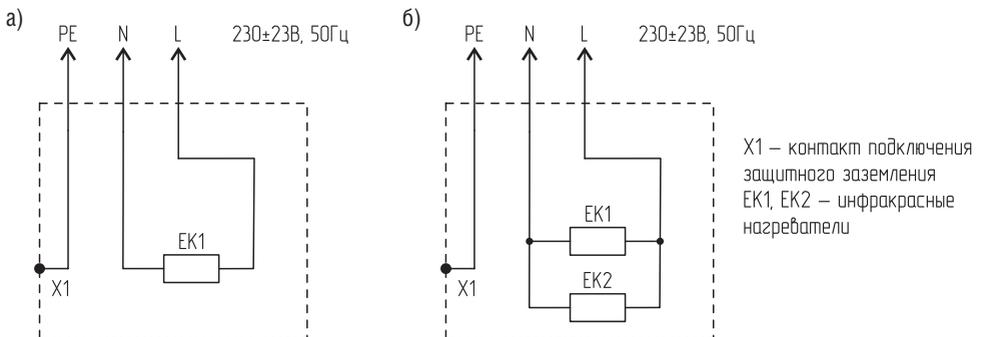

Рисунок 3. Электрическая схема обогревателя: а) М-800MI-34, б) М-1500MI-34
Минимальное расстояние от обогревателя до пола (см. рис. 3), м	2,0
5.2. Схема электрических соединений и узлов показана на рис. 3 (поз. а, б).